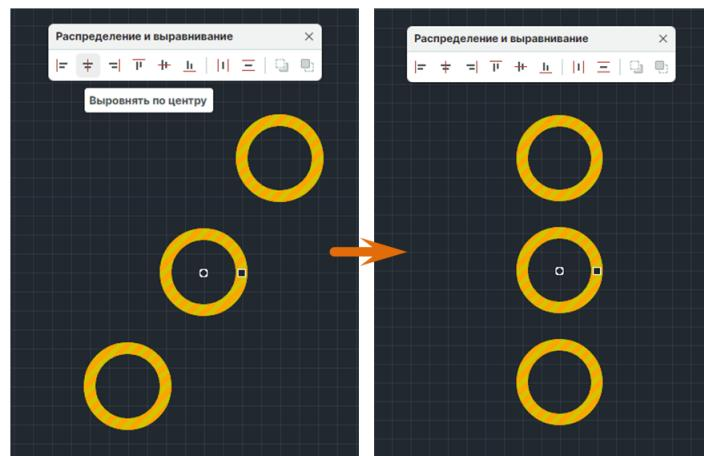

Рис. 312 Выравнивание по центру
2. На панели «Распределение и выравнивание» выберите инструмент «Выровнять по центру», который обозначен иконкой , см. Рис. 312.